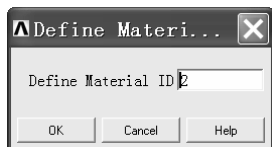

图 1-17 “Define Materi...” 窗口
(4) 单击“Linear Isotropic Properties for...”窗口中的“OK”按钮。
(5) 单击“Define Material Model Behavior”窗口左上角下拉菜单中的“Material”，再单击“New Model...”，出现“Define Materi...”窗口（见图 1-17）。
(6) 单击“Define Materi...”窗口中的“OK”按钮。